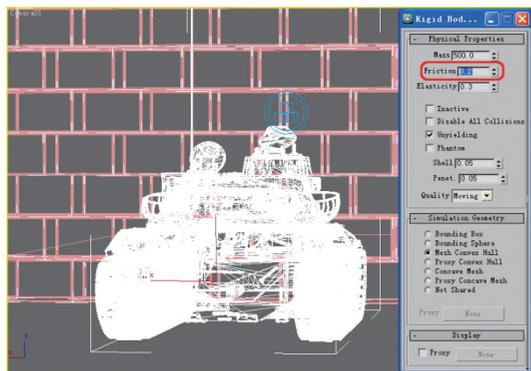

图9-29 修改弹力
**01** 在视图中选中坦克，修改Friction值为0.2，如图9-29所示。